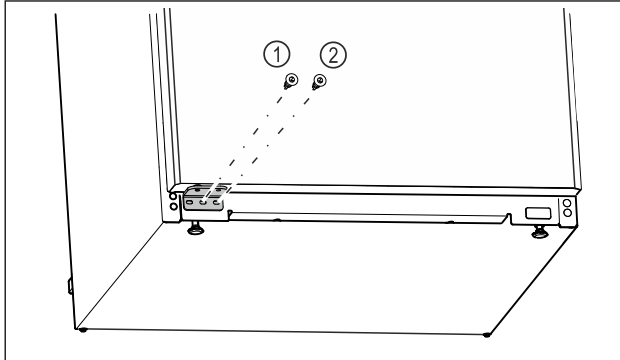

Fig. 26
- Kierrä laakerijalustan Fig. 26 (1) keskimäinen ruuvi kiinni Torx 20 -ruuvimeisselillä.
- Kierrä laakerijalustan Fig. 26 (2) sisempi ruuvi kiinni Torx 20 -ruuvimeisselillä.